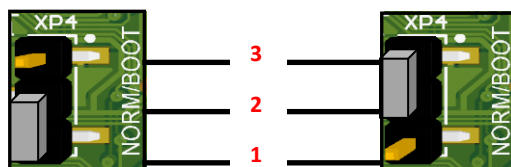

Рисунок 1. Разъем **XP4**: а) джампер в положении **NORM** (замкнуты контакты 1 и 2); б) джампер разъема в положении **BOOT** (замкнуты контакты 2 и 3)
- 2.2. Установить джампер разъема **XP4** в положение **BOOT** (смотрите рисунок 1).
6. После проведения инициализации памяти изделия следует переставить джампер разъема **XP4** блока управления в исходное положение **NORM** – замкнуть контакты **1** и **2** (смотрите рисунок 1).